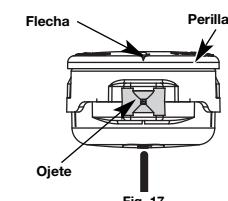

Fig. 17
- Utilizando una línea de reemplazo de 10.5 pies (3.2 m). Empuje un extremo de la línea a través de uno de los ojetes hasta que salga por el lado opuesto. Continúe empujando o tirando de la línea hasta que la línea quede distribuida uniformemente, de manera que se vea aproximadamente 5 pies (1.5 m) desde ambos lados del cabezal de corte (Fig. 17)